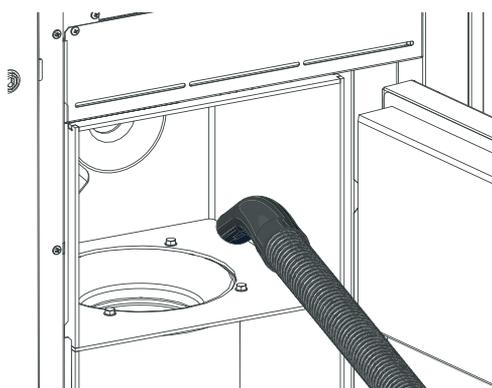

Fig. 38 Rimuovere i residui di combustione dalla camera di combustione
- ▶ Rimuovere i residui di combustione dalla camera di combustione con un'aspirapolvere – Fig. 38.